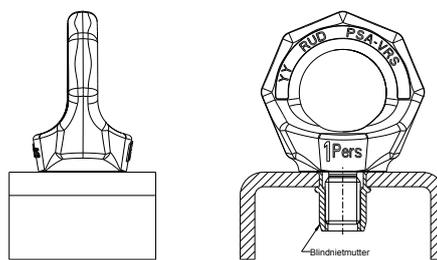

Fig. 1: Dado rivetto cieco
6. Il fissaggio in profilati d'acciaio o profilati cavi è possibile utilizzando un dado a rivetto cieco tipo Rivkle in acciaio o in acciaio inossidabile. Osservare le istruzioni di installazione date dal produttore. Per il fissaggio con un dado per rivetti ciechi Rivkle, utilizzare il tipo 343 66 120 con una piccola testa svasata (vedi Fig. 1).